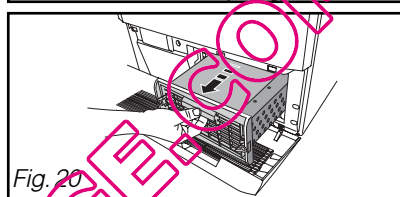

Fig. 20
- Retirez-le délicatement (Fig.20).